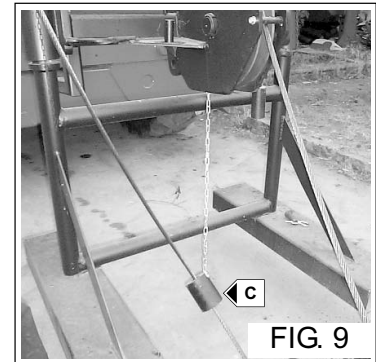

FIG. 9
- Inserire la fune nel peso di fine corsa salita fune (Fig. 9 - Rif. C).
- Insert the rope in the rope lift stop weight (Fig. 9 - Ref. C).
- Das Seil in das Gewicht des Endschalters Aufwärtshub Seil einstecken (Abb. 9 - Bez. C).